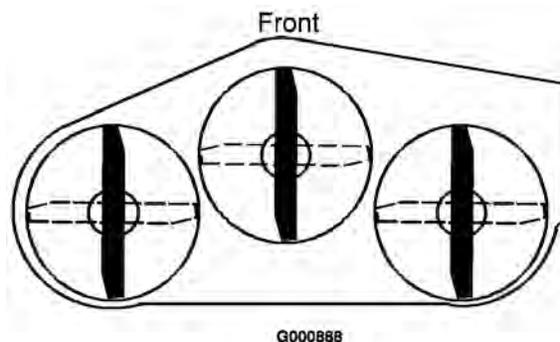
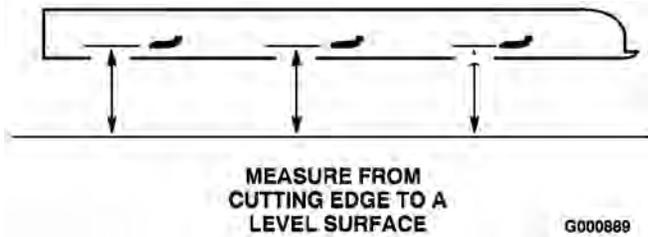

Figura 40
Figura 41
3. Gire las cuchillas hasta que los extremos estén orientados hacia adelante y hacia atrás (Figura 40). Mida desde una superficie nivelada hasta el filo de corte de las cuchillas (Figura 41). Anote esta dimensión.